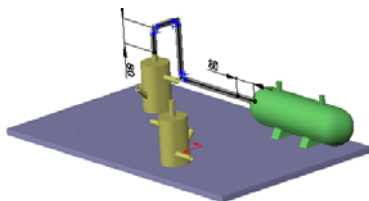

图 11.10.5 刚性管筒的创作
Step7. 创建自动步路。选择 **管筒设计** 功能选项卡中的 **自动步路(A)** 命令, 系统弹出“自动步路”对话框; 在 **自动步路(A)** 区域中选中 ☒ **正交线路(O)** 复选框, 在模型中选取起始点和终止点作为步路点; 单击对话框中的 按钮, 完成图 11.10.5 所示的刚性管筒的创作。